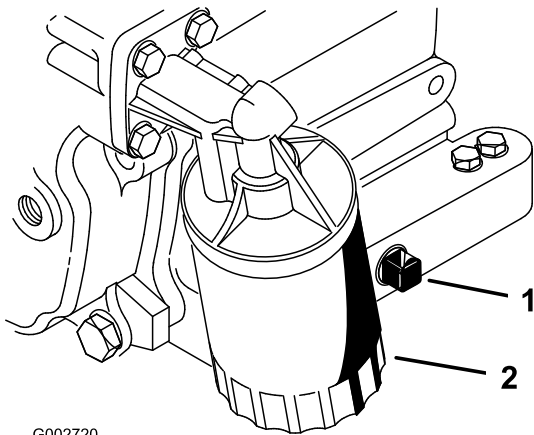

图28
2. 拆下排油塞（图28），让油流入放油盘。油不再流时，安装排油塞。
3. 拆下机油滤芯（图28）。